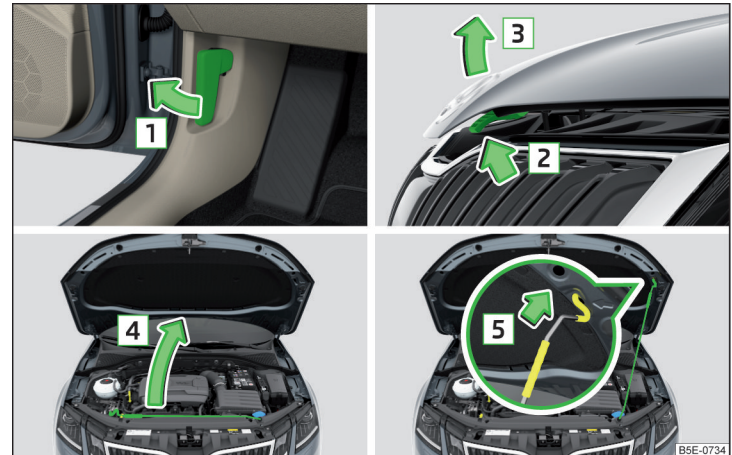

Abb. 315 Motorraumklappe öffnen
- Die Vordertür öffnen und am Entriegelungshebel unterhalb der Schalttafel in Pfeilrichtung **1** ziehen » Abb. 315.